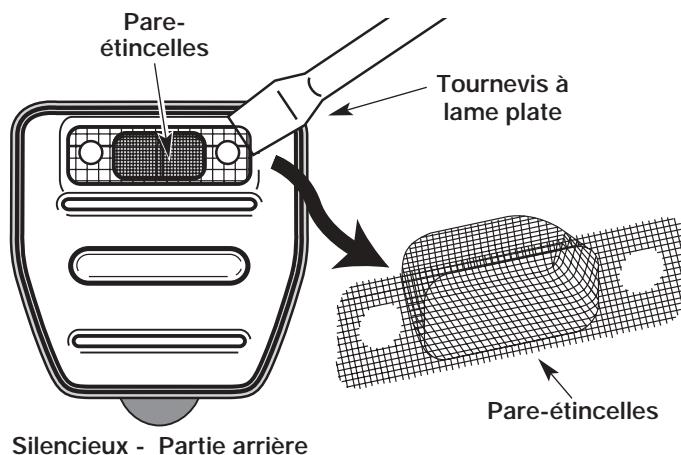

Fig. 53
4. Soulevez soigneusement le pare-étincelles de son trou à l'aide d'un petit tournevis à lame plate (Fig. 53). Retirez le pare-étincelles du silencieux.
5. Nettoyez le pare-étincelles à l'aide d'une brosse métallique. Remplacez-le s'il est endommagé ou si vous n'arrivez pas à le nettoyer complètement (Fig. 53).